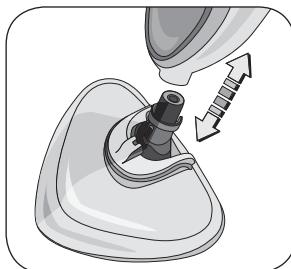
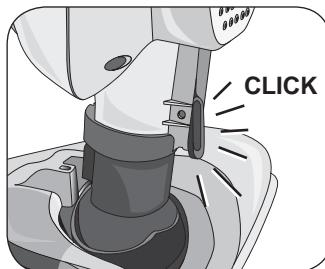

Fig. 2
Fig. 3
Monte o corpo do aparelho (F) na cabeça de vapor (Fig 2). A montagem estará correta quando houver um “click” (Fig 3).